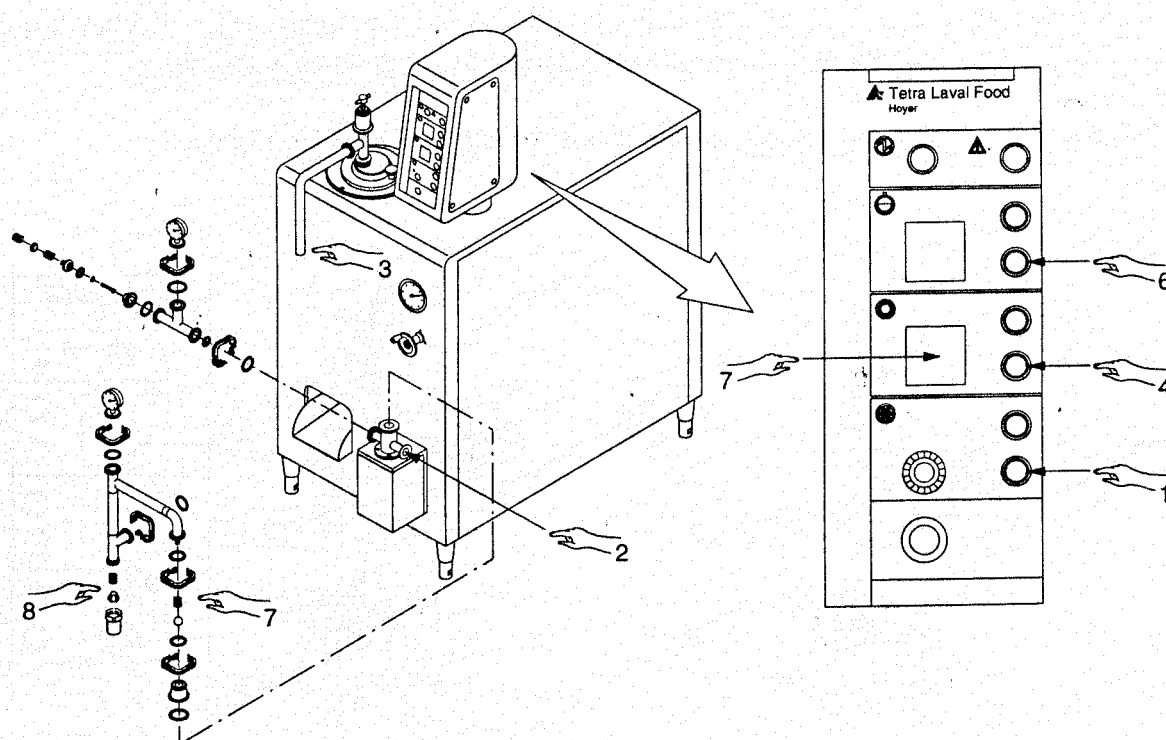

Fig.6.5
- 4 - Arrestare l'albero sbattitore premendo il pulsante P4 (*Part.4, Fig.6.5*). Il led rosso sullo strumento (*Part.7, Fig.6.5*) si accende per 30 secondi indicando l'immissione di "gas caldo".
- 5 - Arrestare la pompa d'alimentazione premendo il pulsante P2 (*Part.6, Fig.6.5*).
- 6 - Smontare il collegamento fra mandata pompa e ingresso cilindro per evacuare l'acqua contenuta (*Part.7, Fig.6.5*) e rimontarlo.
- 7 - Smontare la valvola di sicurezza, lavarla e rimontarla (*Part.8, Fig.6.5*).
1 - Arrestare il compressore frigorifero premendo il pulsante rosso P6 (*Part.1, Fig.6.5*).